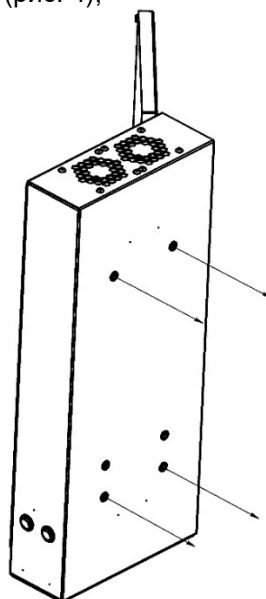

Рис. 4
2.4. Установите рециркулятор на стену (рис. 4);